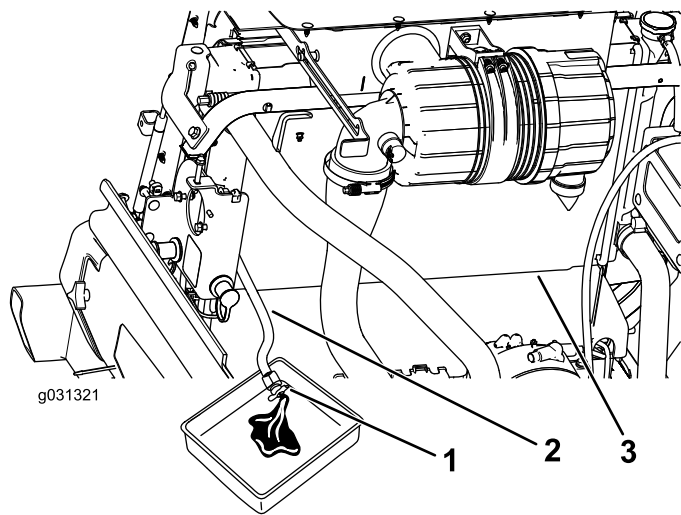

Figura 118
- Com o tubo de drenagem do radiador colocado num recipiente de drenagem, abra a válvula de drenagem no tubo do radiador e drene o fluido para um recipiente de drenagem (Figura 118).
4. Feche a válvula no tubo de drenagem do radiador (Figura 118).